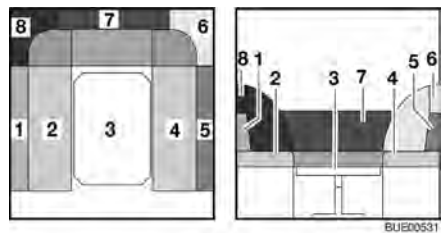

Fig. 87 Durante la transformación
- Tirar de los cojines del asiento (Fig. 87,2 y 4) hacia el centro.
- Colocar los cojines del respaldo (Fig. 87,1 y 5) entre los cojines del asiento y la pared exterior.
- Quitar los cojines del respaldo (Fig. 87,6, 7 y 8) y ponerlos a un lado.